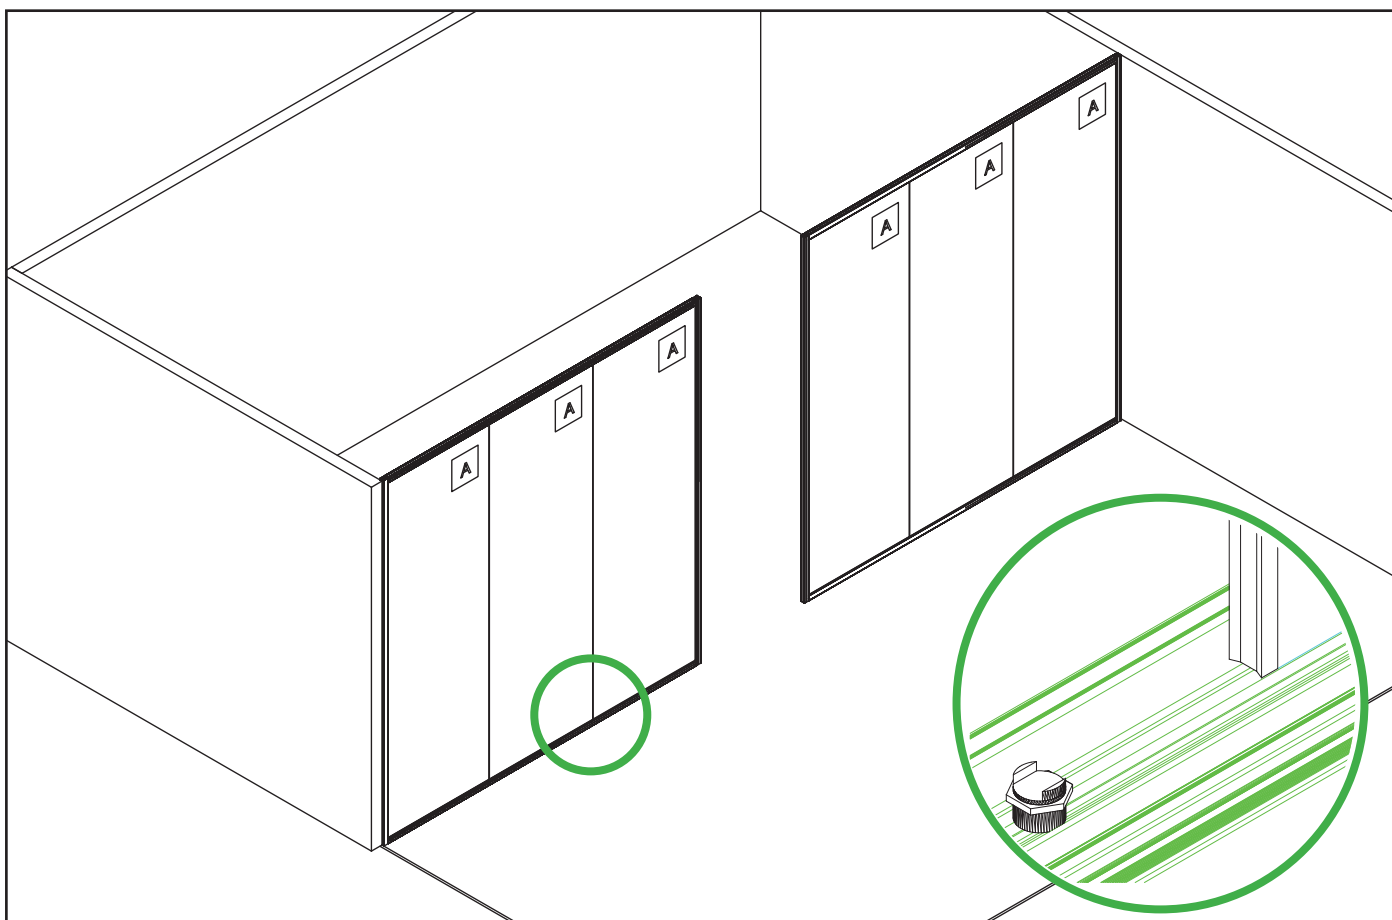

**FIG. 9 ESEMPIO DI FISSAGGIO PROFILI A VERTICALE E
- Posizionare le squadrette delle cave dei profili e regolare i grani per un tiraggio ottimale (Fig. 9)